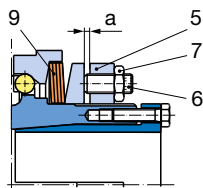

Fig. 9
Tailles 4 et 5 (fig. 9 et 10) :
- Dévisser les écrous hexagonaux (7).
- Régler toutes les vis sans tête (6) uniformément à l'aide d'une clé pour vis à six pans creux à la cote «a» souhaitée.
- ☐ EAS®-compact® à glissement et synchrone, taille 4 : Déterminer la cote «a» à l'aide du tableau de réglage collé sur le limiteur, fig. 9.